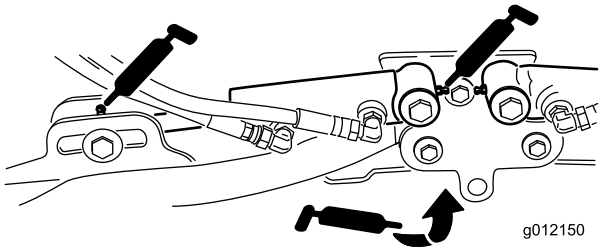

图43
- 滚刀组提升臂油缸（每个滚刀组 2 个） (图43)
- 提升臂枢轴（每个滚刀组 1 个）（图43）